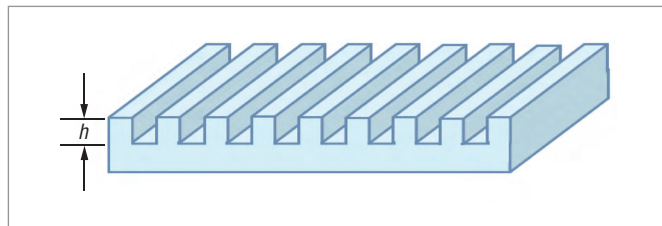
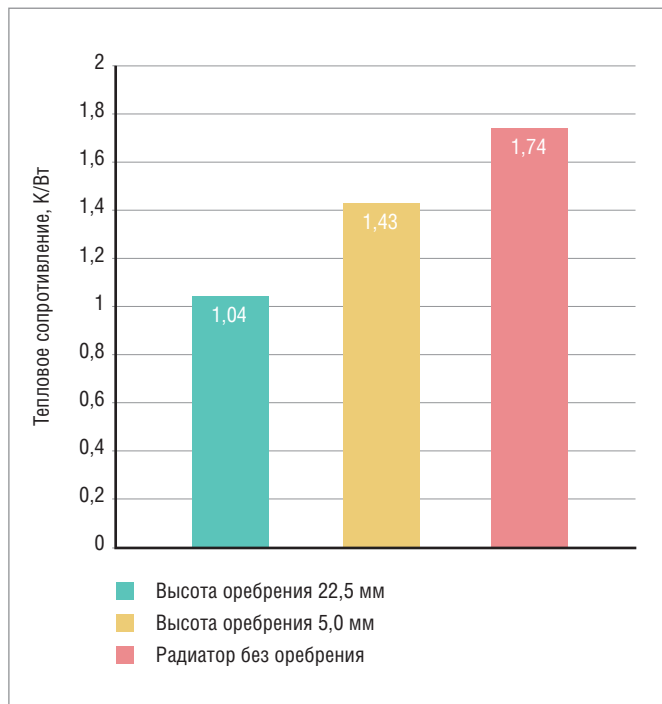

Рис. 15. Оребрение радиатора (h – высота ребра)
Рис. 16. Сравнительная диаграмма эффективности радиаторов с разной высотой оребрения
- Размер и форма оребрения радиатора (рис. 15). Увеличение высоты рёбер радиатора (то есть увеличение общей площади его поверхности) уменьшает общее тепловое сопротивление всей системы охлаждения. На рис. 16 представлена диаграмма, позволяющая сравнить эффективность радиаторов с различной высотой рёбер (22,5 мм, 5,0 мм и без рёбер) при охлаждении одной и той же конфигурации системы.